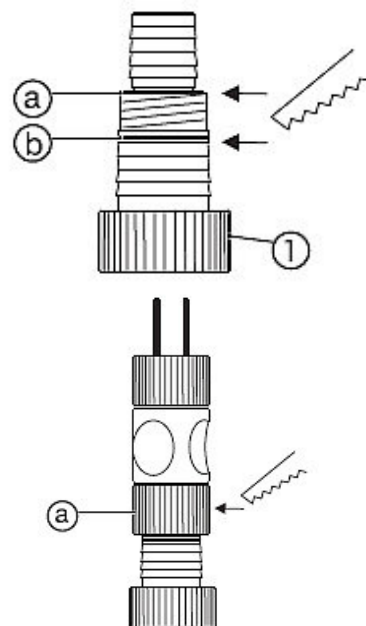

Abb. 5: Montage Druckleitung 13 mm, 15 mm und 19 mm
Schritt 1: Obersten Anschlussnippel bei a (Abb.5) abschneiden.